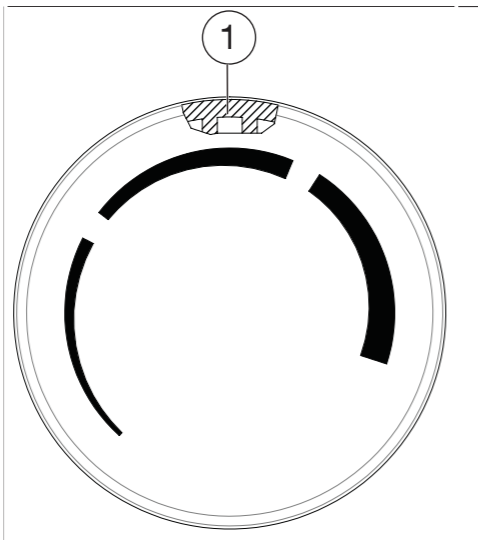

Abb. 5: Mitnehmer am Handrad
**i** Achten Sie darauf, dass der breite Mitnehmer auf der Innenseite des Handrades oben steht, bzw. auf der in Abb. 5 dargestellte Position der Bedruckung.